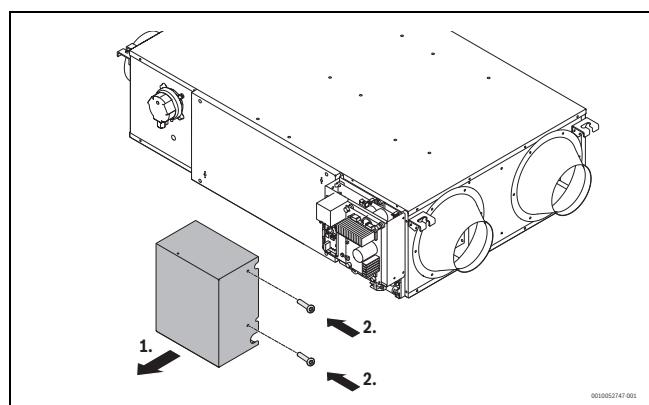

fig. 11
- Hiqni vidat në pozicionin e treguar në Fig. 11